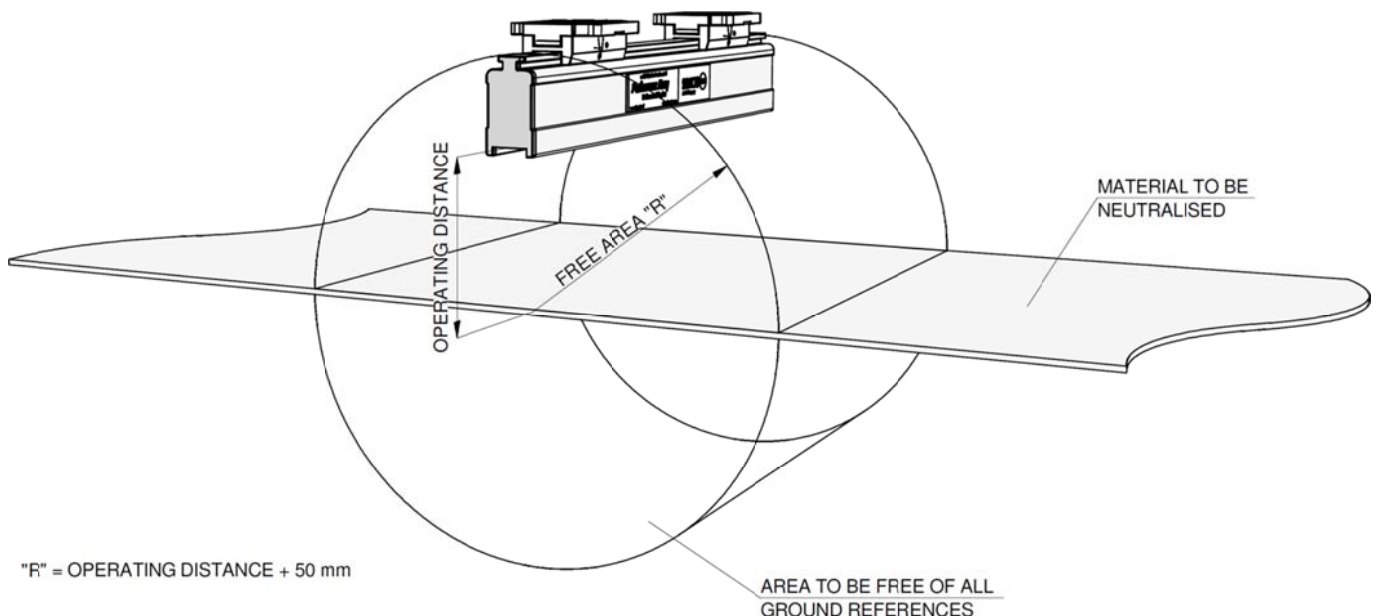

Abbildung 3: Optimale Position Performax IQ Easy und Performax IQ Easy Speed und optionaler Sensorstab IQ Easy
- **Um ein optimales Ergebnis zu erzielen, muss der Ionensprühstab gemäß Abbildung 3 montiert werden.**